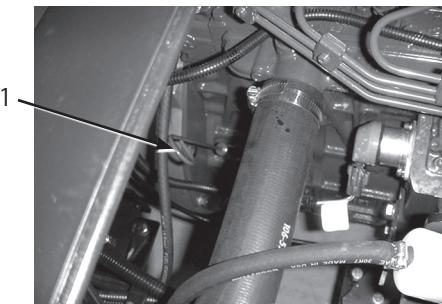

図2
2. 助手席の下にあるディップスティックを抜き、ウェスで一度きれいに拭く(図2)。